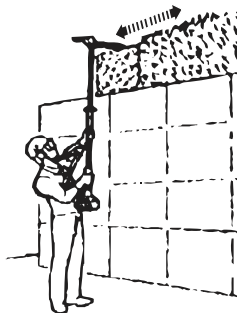

Fig. 30
11. Déplacez le produit avec un mouvement lent vers l'avant lorsque vous coupez une haie plus haute et que la zone de coupe est hors de vue (Fig. 30).